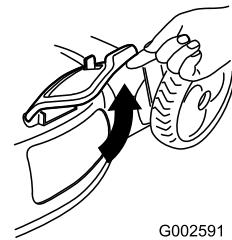

Bild 38
2. Öffnen Sie die Seitauswurfklappe (Bild 38).